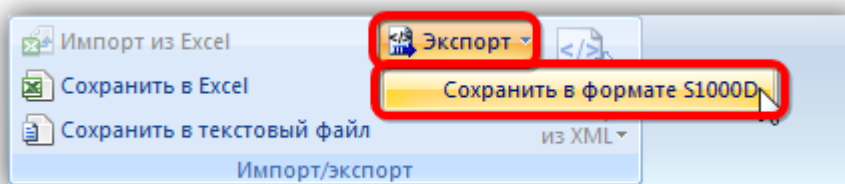

Рис. 12-88 – Панель «Импорт/экспорт»
- 3) Нажать кнопку «Экспорт» панели «Импорт/Экспорт» и в открывшемся меню выбрать пункт «Сохранить в формате S1000D» (рис. 12-88).